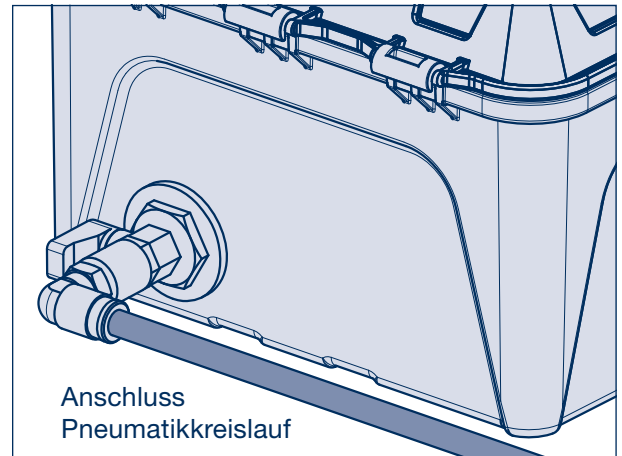

Bild 20
- [1] Zuleitungen (Ø 8 x 1 mm PA-Leitung) zur AirSave Control Box (siehe Bild 20) bei Achsen mit Luftfederung direkt an den Lufttank der Luftfederung des Trailers anschließen.